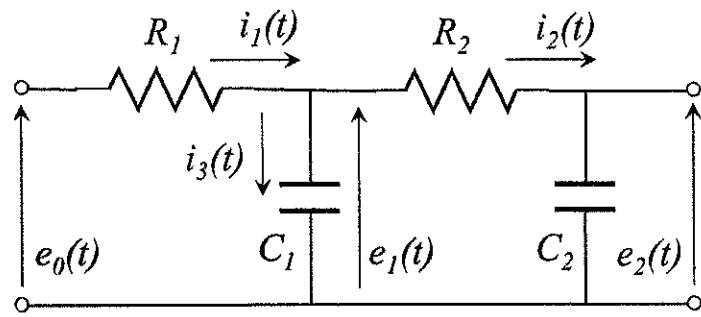

Fig.7-1
(2) 右図の電気回路(electric circuit)に入力電圧 $e_0(t)$ を印加(input voltage applied)した場合において、コンデンサ $C_2$ 端子間電圧 $e_2(t)$  (capacitor terminal voltage) の応答(transient response)を考える。以下の問い合わせよ。
- (a) Fig.7-1の回路において、時間領域(in the time domain)で成立する関係式を5つ導出せよ。なお、 $R_i$ は抵抗(resistor)( $i=1 \sim 2$ )、 $C_i$ はコンデンサ(capacitor)( $i=1 \sim 2$ )、 $e_i(t)$ はコンデンサ $C_i$ の端子間電圧、 $i_i(t)$ は電流(electric current)( $i=1 \sim 3$ )を表す。